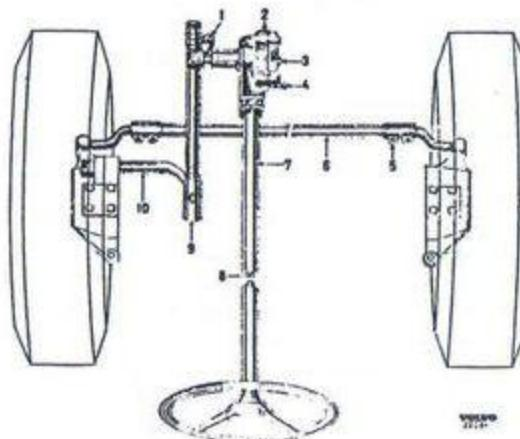

Bild 88. Styrinräffning.
Då ratten vrids överförs rörelsen genom raffaxeln (8 bild 88) till styrsnäckan (2). Därefter överförs rörelsen till vänster hjul genom pilmanarmen (1), länkslängen (9) och styrarmen (10). Höger hjul erhåller en motsvarande vridning genom parallellstälget (6).